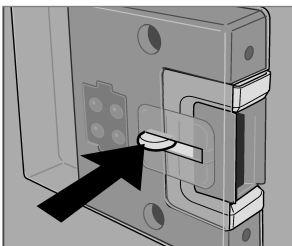

Abb. 34
- Entriegeln Sie die Verschlusseinrichtung der Türverriegelung durch Eindrücken und schieben Sie sie nach vorne. Wird die Tür nun geschlossen, bleibt der Kühlschrank einen Spalt weit geöffnet, um Schimmelbildung zu vermeiden (Abb. 34 - 35).